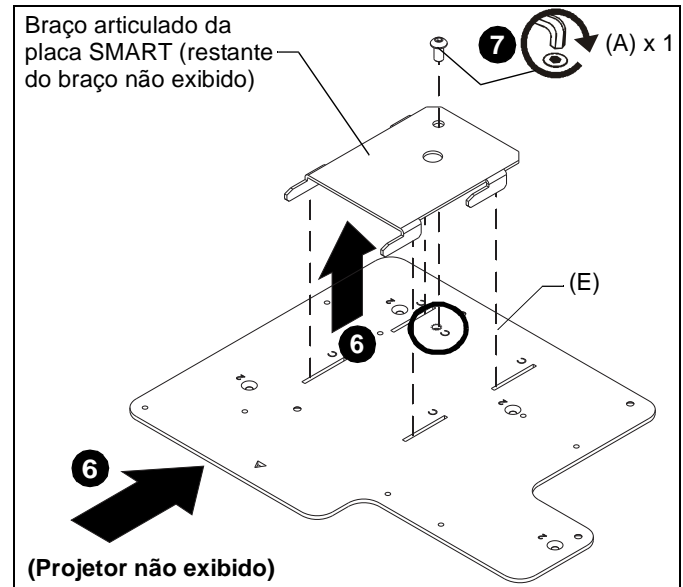

Figura 2
6. Erga o suporte de interface (E) com o projetor Epson até o final do Braço articulado da placa SMART e deslize os slots do suporte de interface (marcados como "C") nos ganchos. (Ver Figura 2)
7. Utilizando um parafuso de cabeça abaulada de 1/4-20 x 1/2" (A), prenda o suporte de interface (E) na extremidade do Braço articulado da placa SMART através do orifício marcado como "C". (Ver Figura 2)